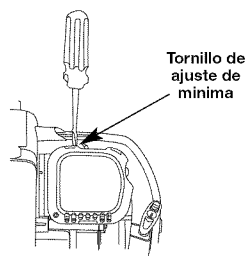

Fig. 27
La velocidad mínima del motor puede ser ajustada. Puede tener acceso al tornillo de ajuste de mínima a través de un orificio en la parte superior de la cubierta del motor (Fig. 27).
2. Suelte el gatillo y deje que el motor funcione en mínima. Si el motor se para, inserte un destornillador Phillips pequeño en el orificio de la cubierta del motor (Fig. 27).